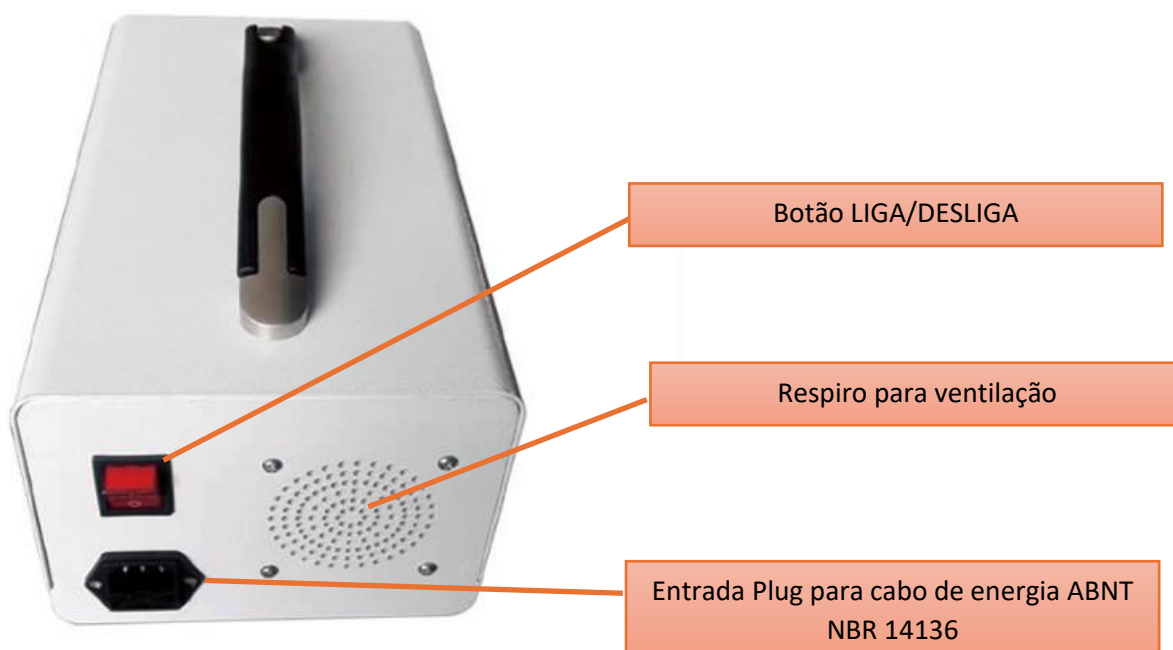

Fig. 2. Parte traseira do equipamento
1.1. Insira o cabo de alimentação no soquete com a caixa (2A) na parte inferior do instrumento e insira a extremidade CA no soquete da rede elétrica AC110V ou 220V (Fig. 2 - Entrada Plug para cabo de energia ABNT NBR 14136).
1.2. Pressione o (I) do botão liga/desliga que está localizado no canto superior esquerdo do instrumento traseiro. O indicador no botão liga/desliga está vermelho (Fig. 2 - Botão LIGA/DESLIGA). Quando o instrumento é ligado, o processo de selagem a quente pode ser iniciado.